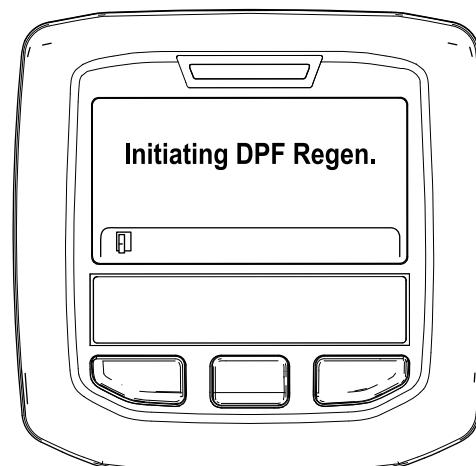

Figura 37
- A. Aparece el mensaje "Initiating DPF Regen." (Iniciando regeneración del FPD) (Figura 37).